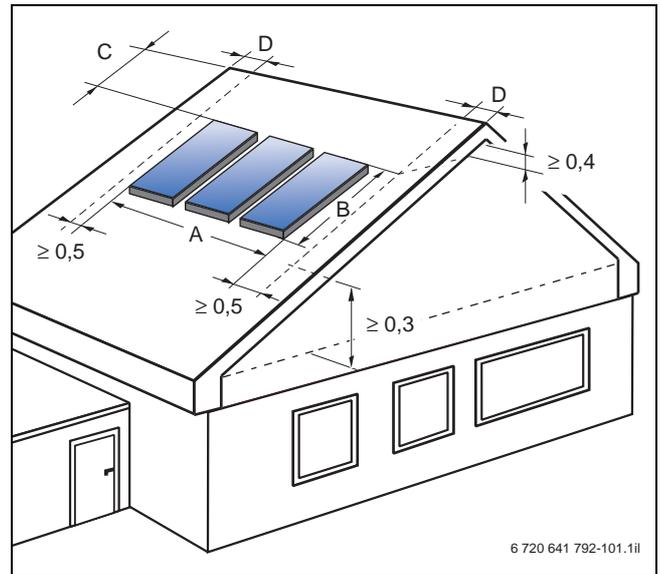

Fig. 73 Fabbisogno di spazio in caso di montaggio sopra tetto e ad integrazione nel tetto di collettori solari (spiegazione nel testo); misure in m
- C** Distanza fino al colmo (almeno due file di tegole → fig. 73)